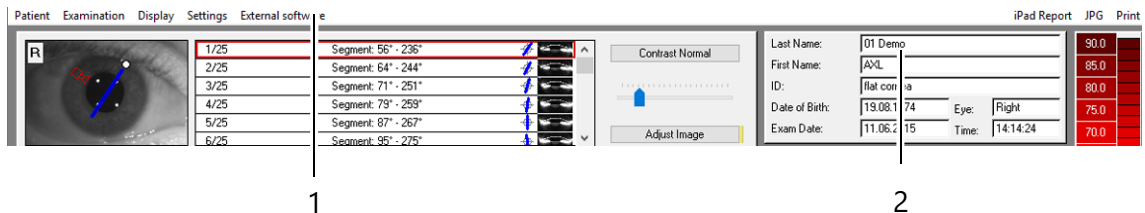

Fig. 6-1: Barre de menu du logiciel Pentacam®
- Dans le logiciel Pentacam® → Fig. 6-1 (page 28), sélectionnez l'onglet [Examen] [Examination] et cliquez sur [Scan].